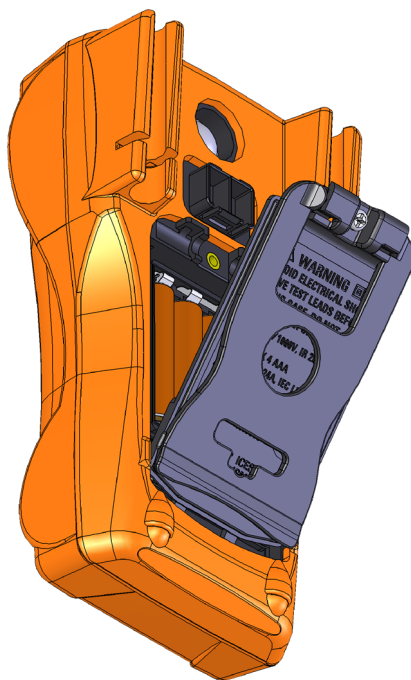

Figura 1-1 Installazione delle batterie
- 1 **Aprire il coperchio delle batterie.** Con un cacciavite adatto Phillips, svitare e rimuovere il coperchio della batteria come nella **Figura 1-1**.